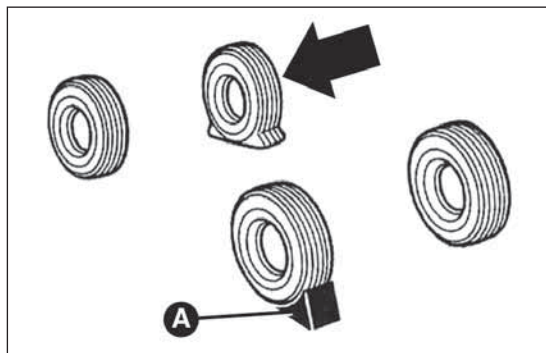

fig. 158
- ☐ colocar la cuña en la parte trasera, en la rueda diagonalmente opuesta a la que se desea sustituir (ver fig. 158) para prevenir movimientos del vehículo cuando esté levantado;